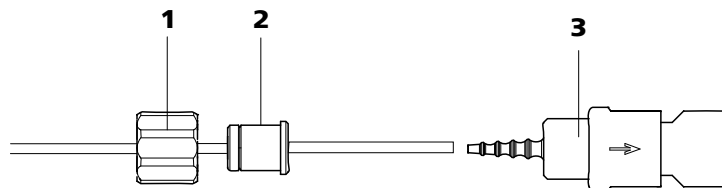

Figura 26 Instalación de una conexión de tubo de bomba con filtro
- **Caso A:** Conecte una conexión de tubo de bomba **con filtro** 6.2744.180 (véase Figura 26, página 46) o